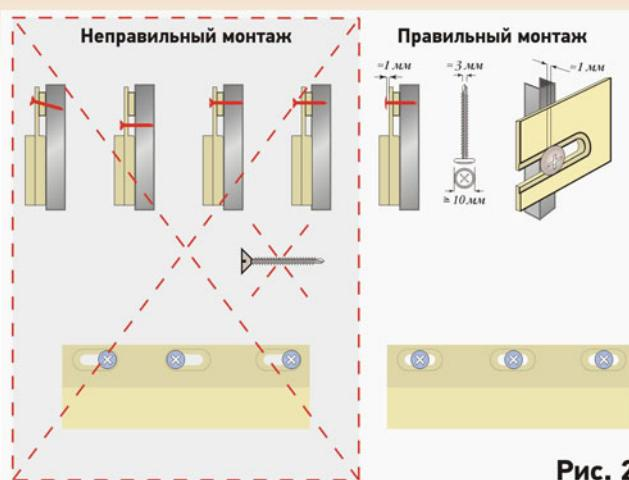

Рис. 2
- Закрепите фасадный J-профиль по аналогии с монтажом всех используемых элементов системы (Рис. 2). Для того, чтобы завести панель в универсальный J-профиль, его достаточно отогнуть.
- Установите нижнюю часть панели на стартовый профиль и закрепите её саморезами в гвоздевых отверстиях, руководствуясь рекомендациями (Рис. 2). Следующая панель устанавливается на стартовый профиль аналогично первой и заводится в первую панель до касания с термокомпенсаторами.
- Закрепите вторую панель на обрешётке, руководствуясь рекомендациями (Рис. 2). Последующие панели устанавливаются аналогично.